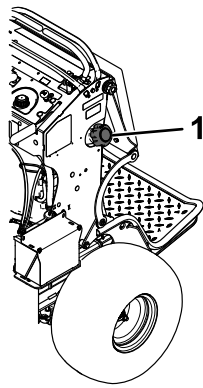

Figure 58
3. Nettoyez la surface autour du bouchon du réservoir de carburant pour éviter que des débris ne tombent à l'intérieur du réservoir (Figure 58).